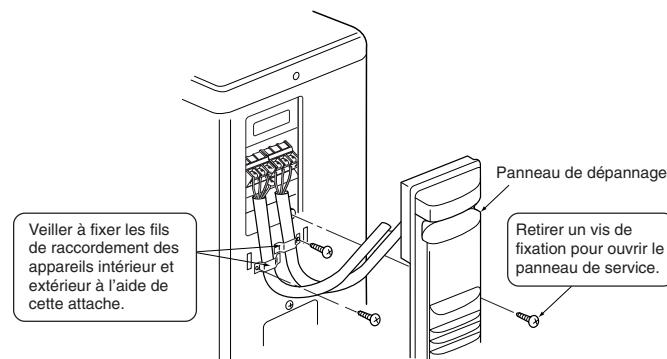

Fig. 7-5
7.3. Appareil extérieur (Fig. 7-5)